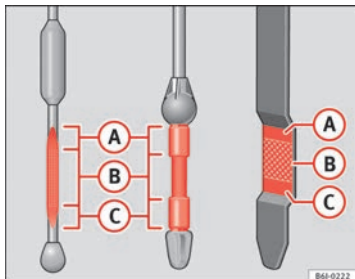

Abb. 124 Ölmesstab
- Den Messstab anschließend wieder herausziehen und den Ölstand ablesen ⇒ Abb. 124. Füllen Sie gegebenenfalls Motoröl nach.